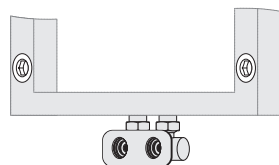

Рис. 4
4.1. Стандартная комплектация изделий предусматривает нижнее подключение «в стену» и нижнее подключение EU50 (рис. 4).